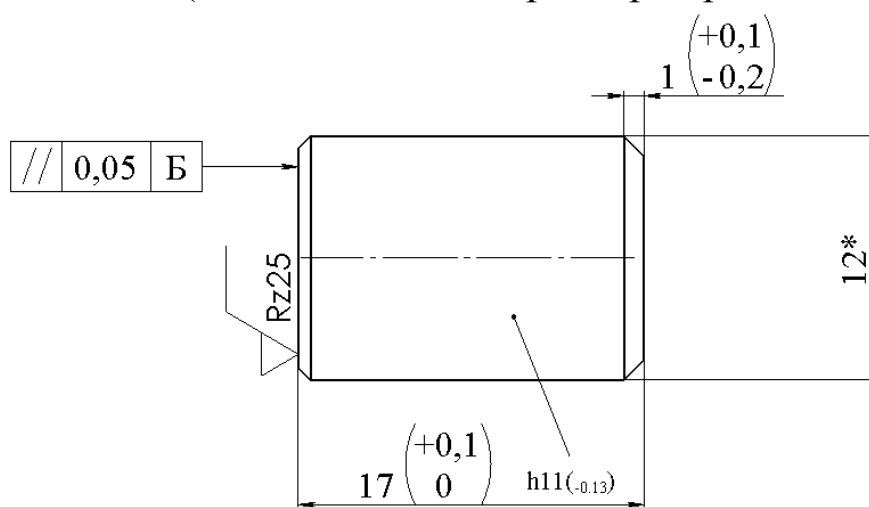

Рис. 25
- Изменим текст размера «12» на **Чертёжном виде 2**, добавив символ «\*» (назначим данный размер справочным) (рис. 25):